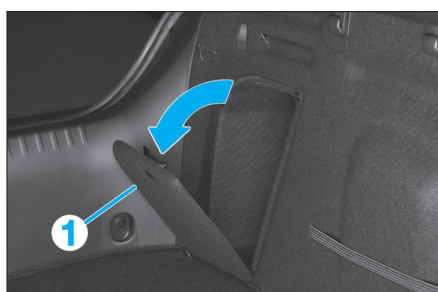

Fig. 144
- Du côté concernée, déposer la trappe d'accès (1) (Fig.144).